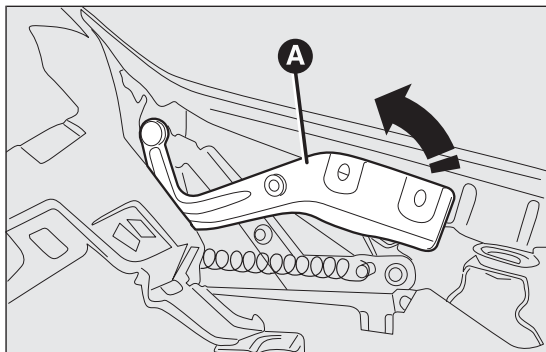

fig. 84
- ☐ levantar la varilla de soporte del capó del motor A fig. 84 y acompañarla hasta oír un chasquido que indica que está fijada;